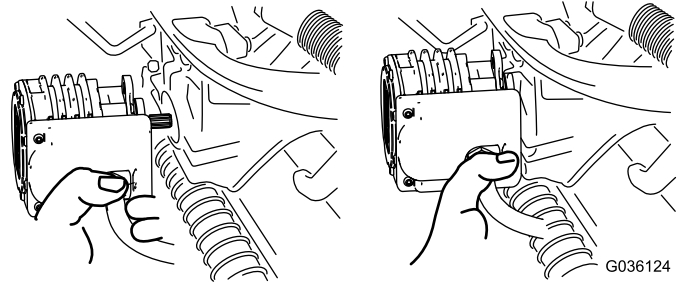

Bild 58
4. Legen Sie den Motor am Aufbewahrungsort vorne am Aufhängearm ab (Bild 58).